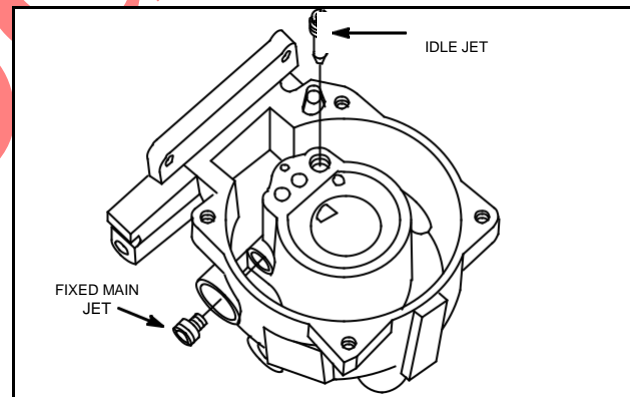

Fig. 30 – Install Jets
7. Install fixed main jet, Fig. 30.